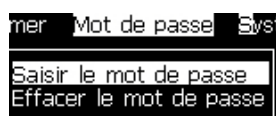

Figure 4-2: Saisir le mot de passe
- 2 Appuyez sur *Alt + w*. Sélectionnez l'option *Saisir Mot de passe* (Voir Figure 4-2) et appuyez sur la Touche *Entrée*. Vous pouvez également appuyer sur F3 dans l'écran principal. L'écran *Saisir Mot de passe* apparaît (voir Figure 4-3).